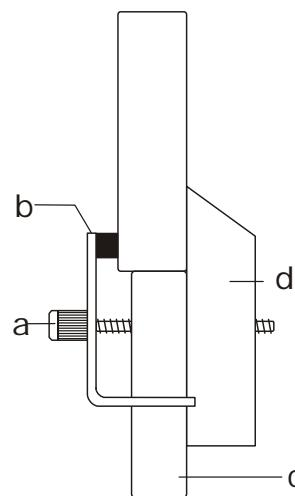

Fig. 5 Montaggio del cristallo nel supporto campione (a Vite, b Ganascia di serraggio, c Base, d Parte fissa del supporto campione)
- Estrarre la ganascia di serraggio del supporto campione e, mediante la clip di montaggio, posizionare l'astina di vetro (da U19205) nel supporto campione (vedere la Fig. 5).
- Impostare il braccio di misurazione sull'angolo 2  $\theta = 45^\circ$ . Il lato del goniometro deve essere tale che il raggio incidente e riflesso si trovi sul lato inclinato del supporto campione (vedere anche la Fig. 5).